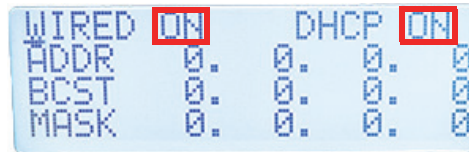

Abbildung 4-3 Menü DHCP
2. Stellen Sie mit den Pfeil-Tasten **WIRED (LAN)** auf **ON (AN)**:
3. Um das Protokoll schnell einzurichten, stellen Sie mit den Pfeiltasten **DHCP** auf **ON** (Abbildung 4-3 auf Seite 66). Andernfalls ändern Sie die DHCP-Parameter mit den Pfeiltasten.